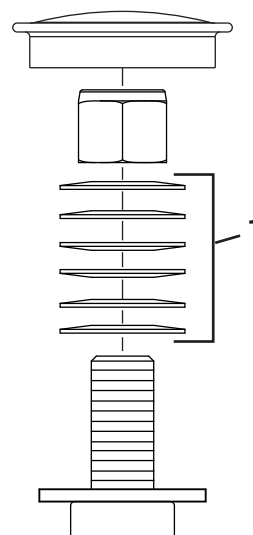

Рисунок 50
3. Снимите пылезащитную крышку с поворотного колеса и затяните контргайку (Рисунок 50).
4. Затягивайте контргайку до тех пор, пока пружинные шайбы не станут плоскими, и затем отверните на 1/4 оборота, чтобы правильно установить предварительную нагрузку на подшипниках (Рисунок 50).
**Внимание:** Убедитесь, что пружинные шайбы установлены правильно, как показано на Рисунок 50.
5. Установите пылезащитную крышку (Рисунок 50).